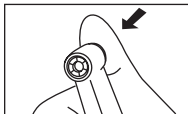

Fig. 1
(1) Bevestigen
- Druk op de drukknop om de boorhouder te openen (afbeelding 1).